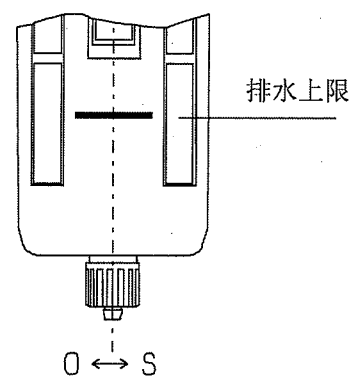

图 3
- 3) 排出排水后，向 S 侧旋转，确认确实拧紧。（参照图 3）